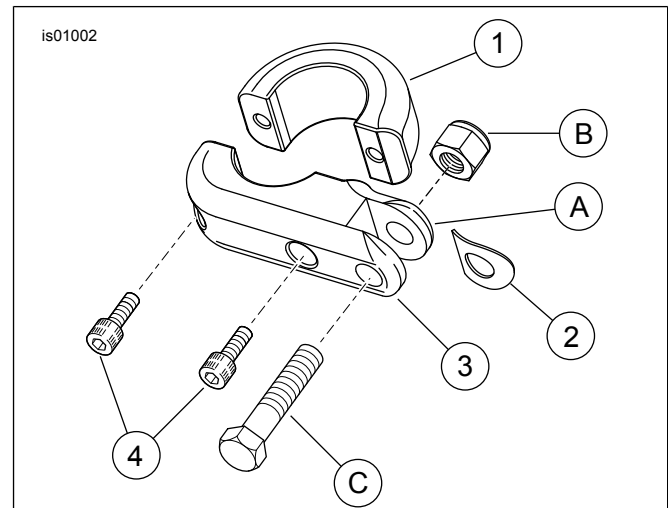

Figura 1. Parti di ricambio: Kit di montaggio delle pedaline poggiaiedi in alluminio lavorato su protezione motore
Vedere Figura 1 e Tabella 1.
- Vedere Figura 1. Collocare un attacco della pedalina poggiaiedi (3) e un morsetto (1) sulla protezione del motore. Collocare l'attacco della pedalina poggiaiedi (3) in modo da poter fissare le pedaline poggiaiedi sul lato interno della protezione del motore.
- Applicare del LOCTITE® 243 (blu) alle due viti (4).
- Installare una pedalina poggiaiedi, venduta a parte, utilizzando una rondella elastica (2) e un bullone con dado bloccante (dal kit 94133-01). Collocare la rondella elastica all'interno dell'attacco della pedalina poggiaiedi con il bordo diritto verso la parte interna dell'attacco. Serrare il dado bloccante ad una coppia di 26 N·m (19 ft-lbs).